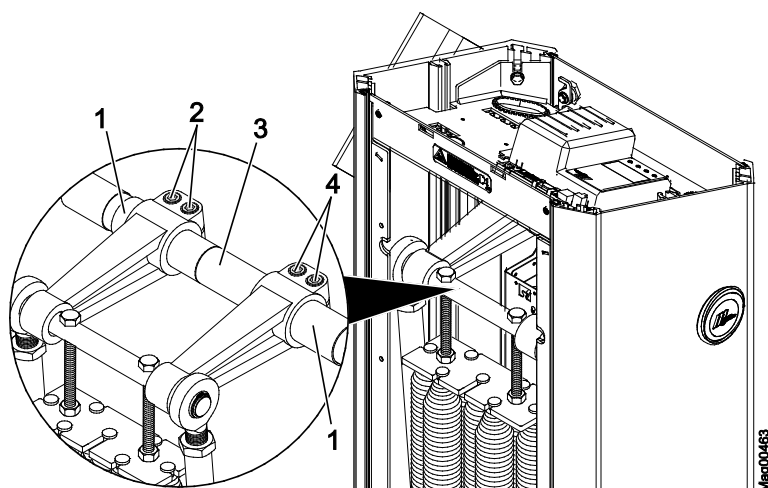

Bild 29: Lossa de inre sexkantbultarna Access XXL
- Access XXL: Se sida 70, Bild 29.
→ Access XXL: Se sida 70, Bild 29.